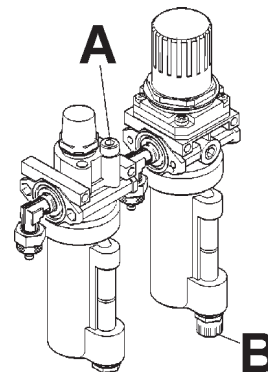

Fig.7.0-3
**H.** Vider tous les jours le filtre de l'eau!! Faites ceci en tournant la décharge rapide 'B' et pressant vers le haut. L'eau sera déchargé automatiquement. (Il se voie 'B' a la Fig.7.0-3).